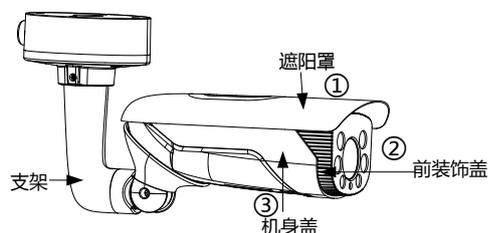

图2-27 拆卸遮阳罩和前装饰盖
- 最后往支架反方向往外移动机身盖，拆卸摄像机机身盖，如图 2-27 所示。